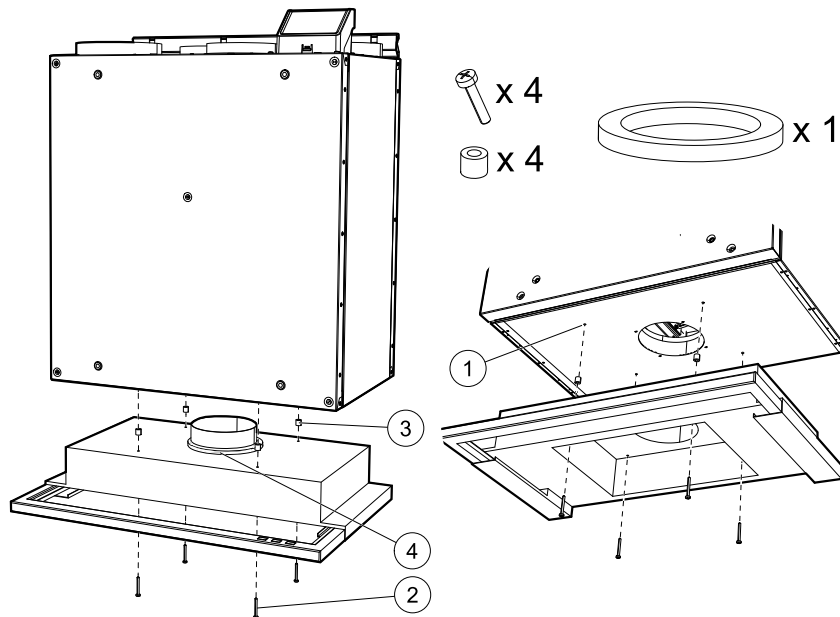

Bild 13 Befestigung der Dunstabzugshaube direkt am Gerät
Mitgelieferte Schrauben (Abbildung 13, Pos. 2) in die Bohrungen der Dunstabzugshaube einbringen, mitgelieferte Kunststoffabstandhalter auf die jeweils überstehenden Schrauben setzen, um ein Überdrehen zu vermeiden (Abbildung 13, Pos. 3).
2. Legen Sie eine runde Isolierung auf den Anschluss der Dunstabzugshaube, um ein Austreten von Luft zu verhindern (Abbildung 13, Pos. 4).
Schrauben Sie die Dunstabzugshaube mit vorbereiteten Löchern direkt auf den Geräteboden (Abbildung 13, Pos. 1).